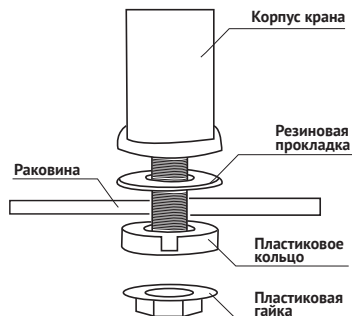

Рис. 3
3. Установите водонагреватель в отверстие раковины, поставьте уплотнительную прокладку, упорное кольцо и закрепите кран снизу с помощью пластиковой гайки (рис. 3). Гайка должна быть затянута плотно, но не перетянута.